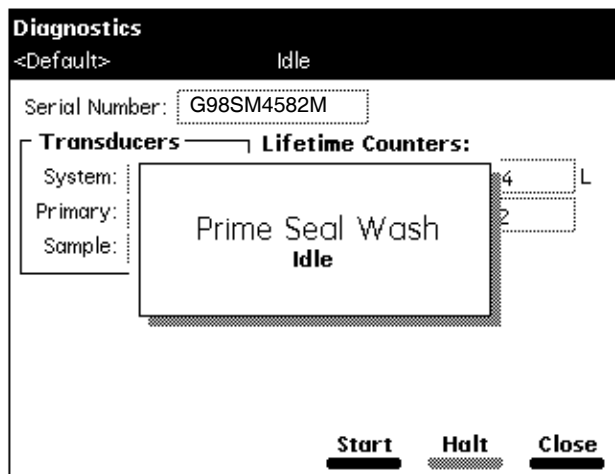

图 8-4 密封清洗灌注屏幕
- 按 Diagnostics（诊断）屏幕中的 **Prime SealWsh（密封清洗灌注）** 屏幕键。出现 Prime Seal Wash（密封清洗灌注）对话框（图 8-4）。